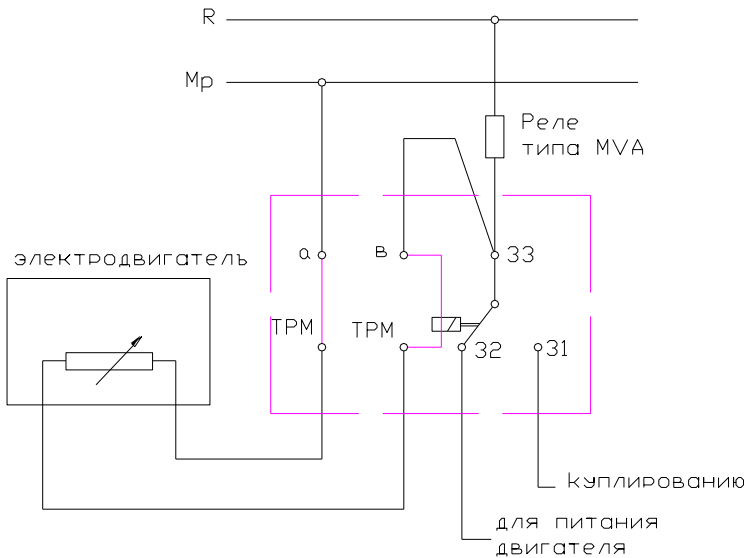
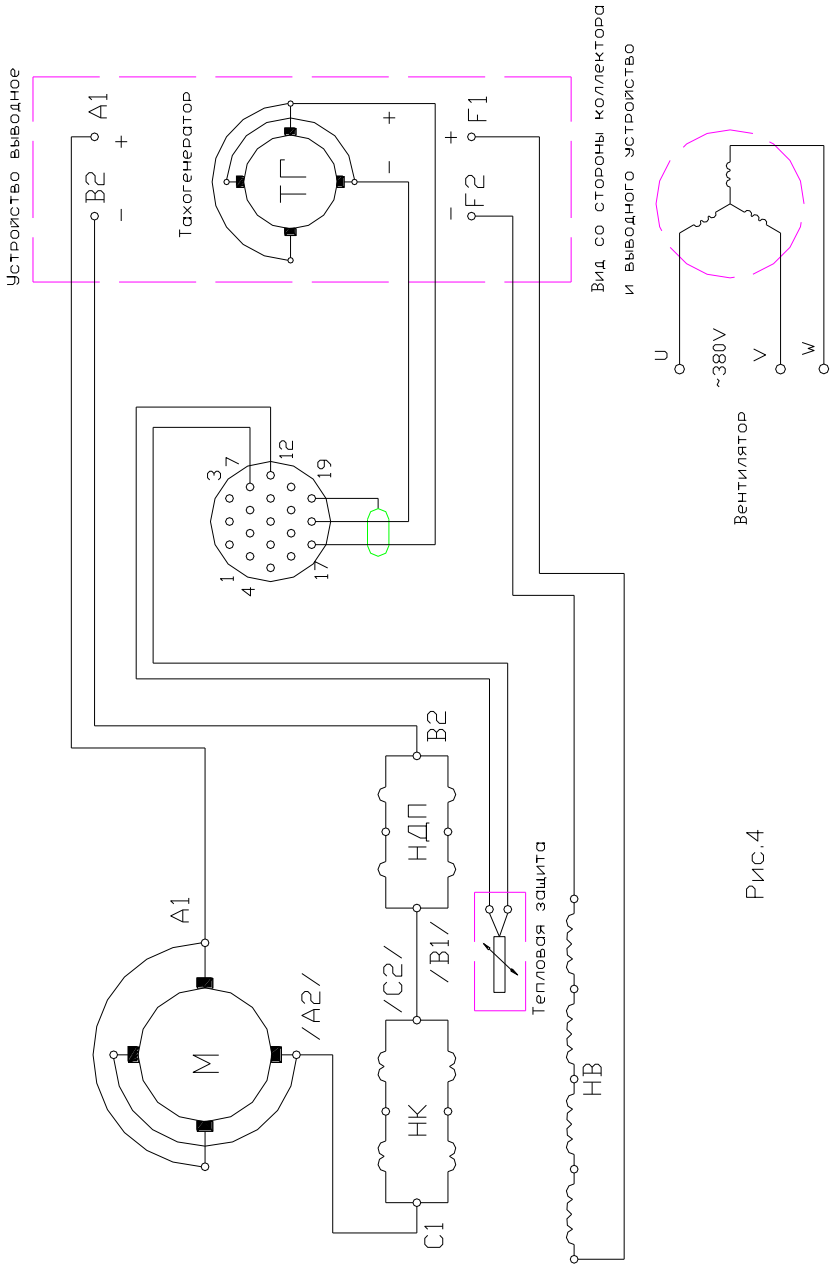

Рис.3
Рис.4
Выводные концы якоря тахогенератора соединены со штепсельным разъемом – “+” к 17 “ - “ 18 ширм к 19 – рис. 4
- коммутирующего аппарата – реле, которое должно быть смонтировано в шкафу, управления и подсоединенного согласно рис. 3 к выходам позистора и к оперативной цепи.
- Тепловая защита может быть выполнена элементами – реле типа УЗП вместе с позистором производства завода “ЗАНН” – Харманли – Болгарии. Рис. 3А
Рис.3а
2.5. Подсоединение кабелей внешнего монтажа следует производить, используя специальные выходы и схему подсоединения. /рис. 3/ и /рис. 4/.